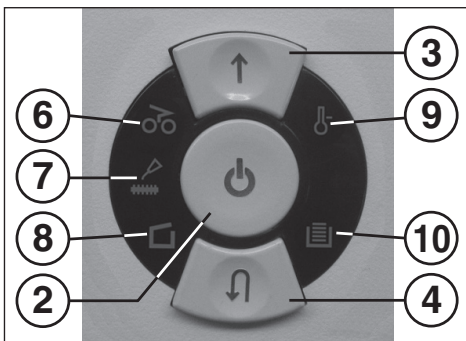

Fig. 1
- 3 = Pulsador de avance (Fig. 1)**
- 4 = Pulsador de retroceso (Fig. 1)**
- 6 = Indicador de control (Fig. 1)**
- 7 = Indicador de control (Fig. 1)
- 8 = Indicador de control (Fig. 1)